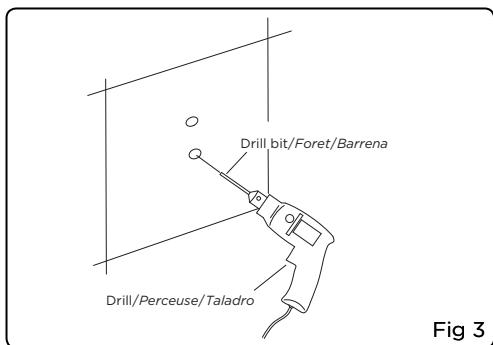

Fig 3
3. Using the drill bit, carefully drill four holes. TIP: INSTALL ONE POST, THEN ASSEMBLE SLIDE BAR AND CONFIRM HOLE POSITION OF SECOND POST BEFORE DRILLING (Fig 3).
3. À l'aide d'un foret, percer délicatement les quatre trous. CONSEIL: INSTALLER UN POTEAU, PUISASSEMBLER LA BARRE DE MONTAGE. VÉRIFIER LA POSITION DU TROU DU SECONDE POTEAU AVANT DE PERCER (fig. 3).
3. Use la broca para taladrar 4 orificios. DESPUÉS DE INSTALAR EL PRIMER MONTANTE, ENSAMBLE LA BARRA Y CONFIRME LA POSICIÓN DEL SEGUNDO MONTANTE ANTES DE TALADRAR (fig. 3).